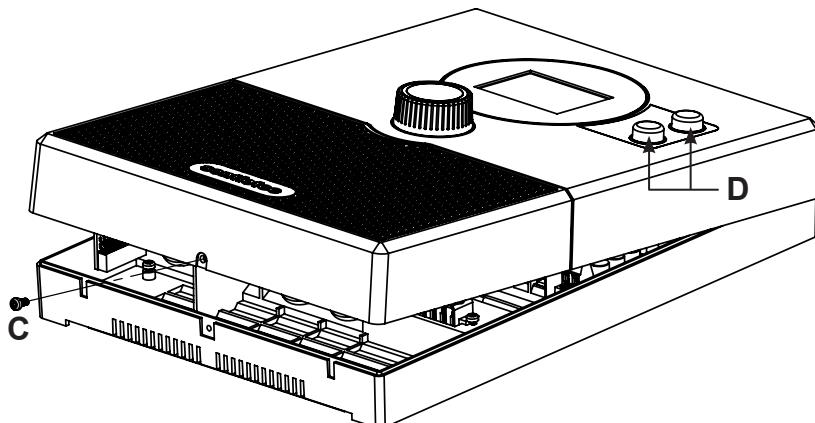

Afb.1 Positie van de ophangconstructie en de montageopeningen (afmetingen in mm)
1. Draai twee spaanplaatschroeven (3 x 25 mm) op een hoogte van ongeveer 1,70 m tot op een afstand van 7 mm in de saunawand. De twee schroeven moeten 156 mm van elkaar verwijderd zijn (zie **Afb.1**).
4. Hang de sauna bediening met behulp van de ophangconstructie **A** aan de gemonteerde kruiskopschroeven (zie **Afb.1**).
5. Draai twee spaanplaatschroeven (3 x 25 mm) in de onderste bevestigingsopeningen **B** (zie **Afb.1**).